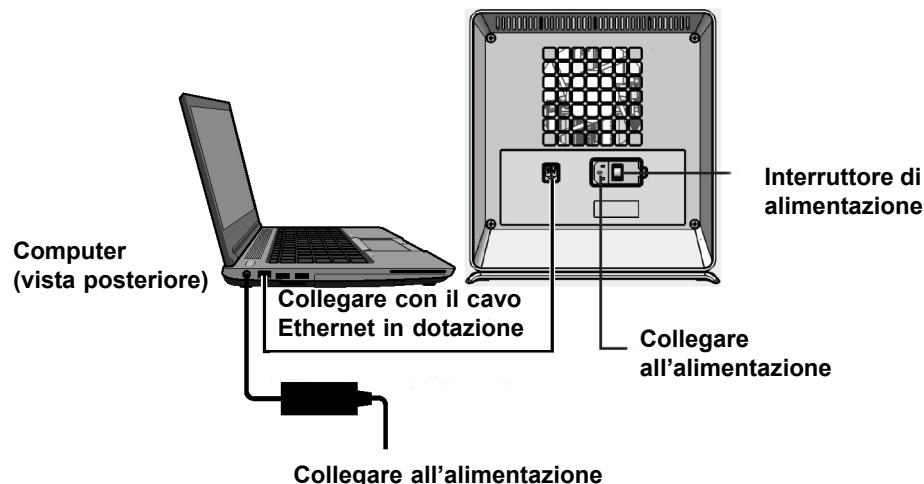
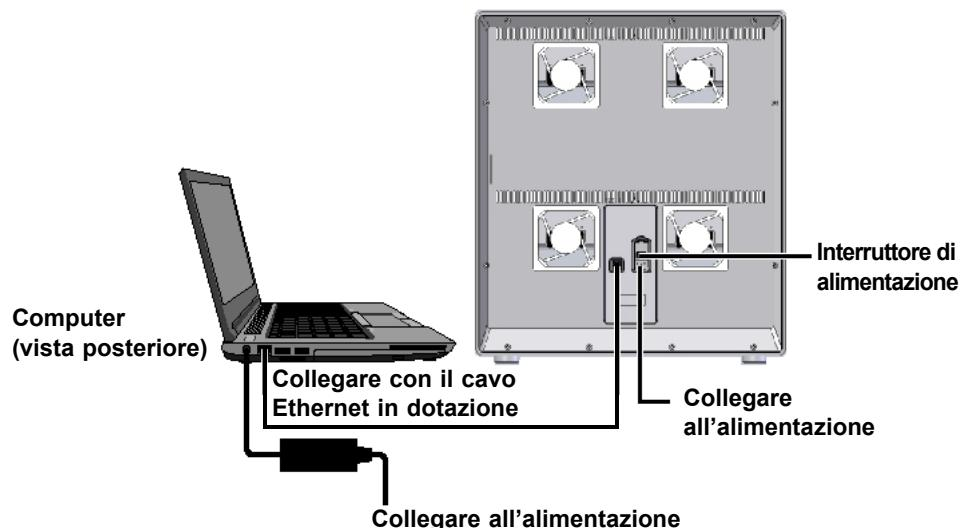

Figura 2-7. Collegamento dello strumento GX-IV al computer portatile
Figura 2-8. Collegamento dello strumento GX-XVI al computer portatile
la Figura 2-2, la Figura 2-3 o la Figura 2-4 per i sistemi con computer desktop e la Figura 2-5, la Figura 2-6, la Figura 2-7 o la Figura 2-8 per i sistemi con computer portatile). Un'etichetta indica che la porta deve essere utilizzata con lo strumento GeneXpert.
4. Collegare l'altra estremità del cavo Ethernet alla porta di rete sul pannello in basso sul retro dello strumento (vedere la Figura 2-1, la Figura 2-2, la Figura 2-3 o la Figura 2-4 per i sistemi con computer desktop e la Figura 2-5, la Figura 2-6, la Figura 2-7 o la Figura 2-8 per i sistemi con computer portatile).